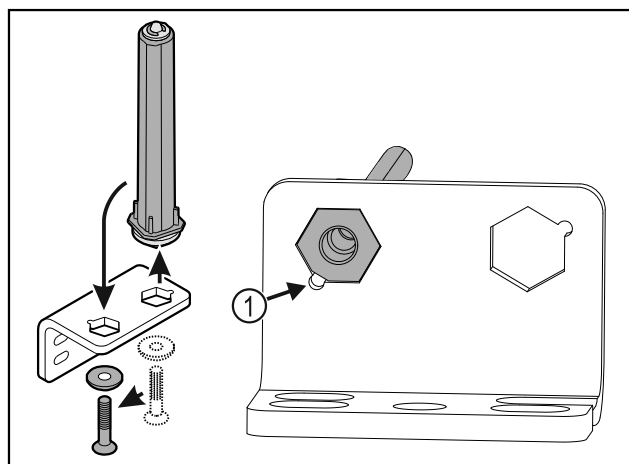

Fig. 36
- Se till att bultens fasning Fig. 36 (1) är vänd mot det runda hålet vid isättningen.